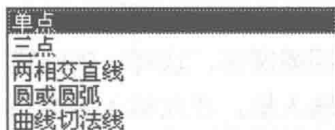

图 1-5 坐标系的创建方法
- ② 在左侧立即菜单中选择“单点”方式，如图 1-5 所示。